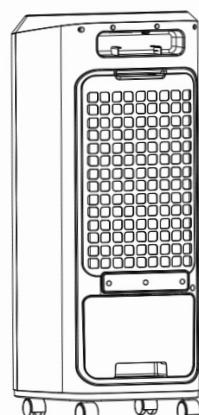

Figura 3
4. Reinserire il serbatoio dell'acqua nel prodotto a circa un quarto del suo percorso, quindi fissare il telaio della pompa. Infine spingere il serbatoio nella parte posteriore del prodotto come indicato in Figura 3.